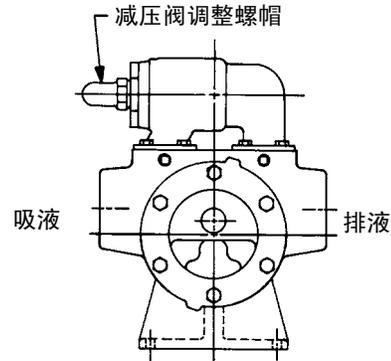

图5
4. 减压阀调整螺帽必须始终指向泵的吸入侧。如果泵的旋转方向逆转、则拆下减压阀、并反向安装。请参考图5。